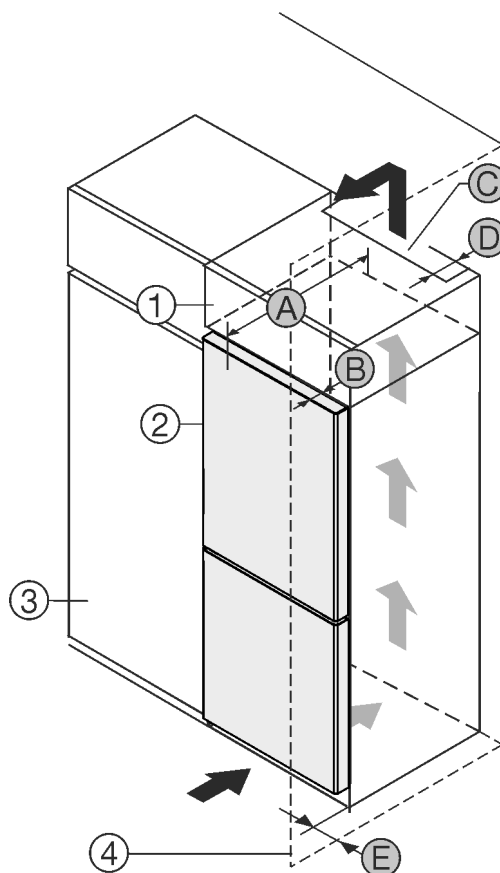

Fig. 1
- (1) Nadstavná skrinka
- (2) Zariadenie
- (3) Kuchynská skriňa
- (4) Stena
- (A) Hĺbka zariadenia
- (B) Hĺbka dvier
- (C) Prierez vetracieho otvoru
- (D) Vzďialenosť zadnej strany zariadenia
- (E) Vzďialenosť od boku zariadenia
Zariadenie môžete inštalovať priamo vedľa kuchynskej skrine Fig. 1 (3).
Na zadnej strane nadstavnej skrine musí byť vetracia šachta s hĺbkou Fig. 1 (D) cez celú šírku nadstavnej skrine.
Pod stropom miestnosti sa musí dodržať prierez vetracieho otvoru Fig. 1 (C).
Ak zariadenie nainštalujete so závesmi vedľa steny Fig. 1 (4), tak vzdialenosť medzi zariadením a stenou musí byť minimálne 13 mm.
Ak zariadenie nainštalujete so závesmi vedľa steny Fig. 1 (4), tak vzdialenosť medzi zariadením a stenou musí byť minimálne 20 mm.
Aby ste mohli dvere úplne otvoriť, zariadenie musí vyčnievať o hĺbku dverí Fig. 1 (B) prednej časti kuchynskej skrine. V závislosti od hĺbky kuchynských skrií Fig. 1 (3) a použitia dištančných držiakov na stenu môže zariadenie prečnievať ešte viac.